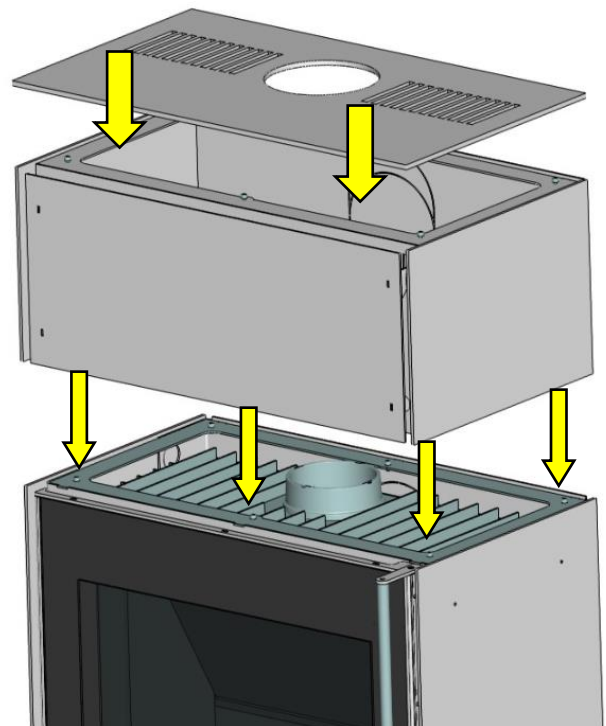

Abb. 8: Aufsatz und Deckel anbringen
2. Den Aufsatz auf die dafür vorgesehenen 6 Positionierschrauben auf dem Ofenkorpus platzieren (Abb. 8). Diese dienen auch der Höhenjustierung.
3. Anschließend Deckel auf dem Aufsatz platzieren (Abb. 8). Es ist keine Verschraubung notwendig.